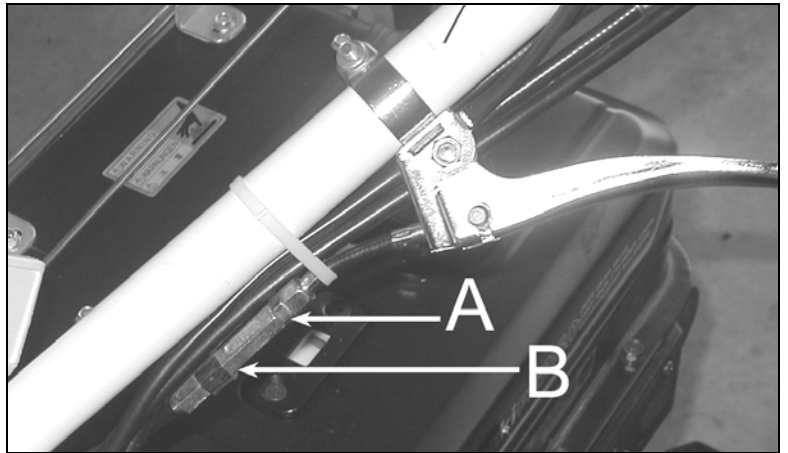

Figura 21
- Se è difficile sbloccare il manubrio, allentare il controdamo (A, Figura 21) ed avvitare il registro a vite B. Ultimata la registrazione, stringere nuovamente il controdamo.
- Se il manubrio non si blocca in posizione, allentare il controdamo (A, Figura 21) e svitare il registro a vite B. Stringere nuovamente il controdamo.